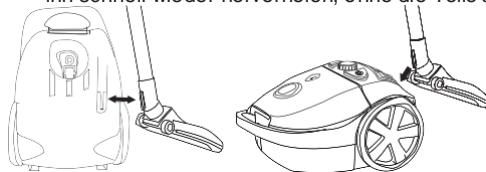

Abbildung 10 Staubsauger verstauen
3. Stellen Sie den Staubsauger aufrecht hin. An der Rückseite des Staubsaugers, neben dem Vorderrad, befindet sich ein Befestigungsschlitz für die Zubehörschiene (siehe Abbildung 10). Schieben Sie die Unterseite der Zubehörschiene in den Schlitz. So können Sie den Staubsauger leicht verstauen und ihn schnell wieder hervorholen, ohne die Teile auseinandernehmen zu müssen.